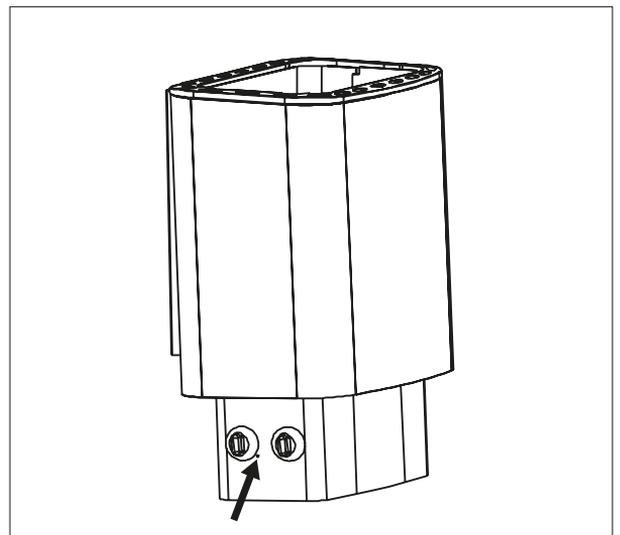

Figure 8.
- Si la température dans le sauna augmente dangereusement, le régulateur de température éteint le poêle. Le régulateur de température peut être remis en marche en enfonçant un outil émoussé dans le trou de 3 mm de diamètre à l'extrémité du boîtier électrique (Figure 8).